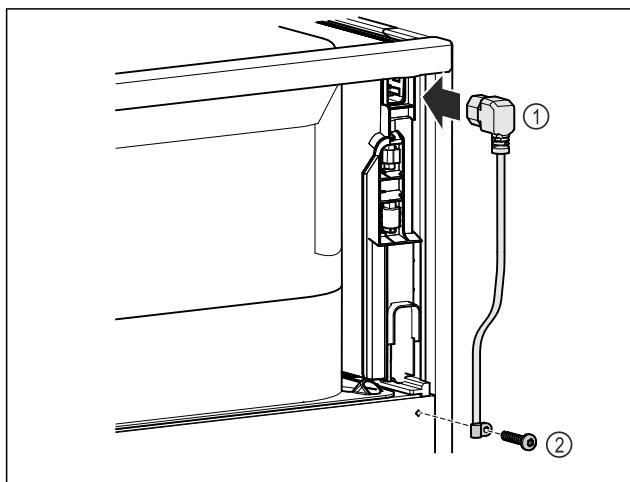

Fig. 13
- ▶ Вставте роз'єм «холодного підключення» кабелю підключення до мережі Fig. 13 (1) на задній стороні пристрію.
- ▶ Встановіть механізм для розвантаження кабелю від натягу. Fig. 13 (2)